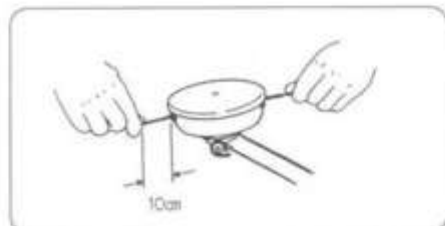

図17
⑧セットが確認されましたらナイロンコードを引っ張りコード出寸法がコード出口より約10cmのところまで切断してください。(図17)